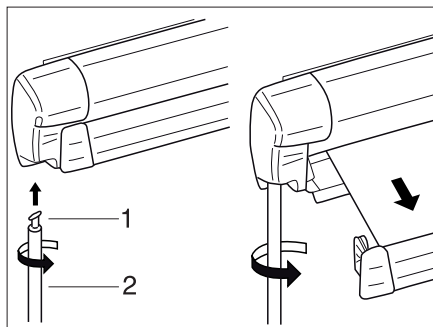

Fig. 40 Tenda
- Agganciare il gancio (Fig. 40,1) della manovella (Fig. 40,2) nell'occhietto dell'ingranaggio e ruotare di 90°.